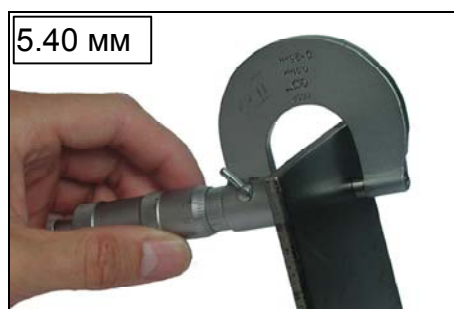

Рисунок 8
- Измерить толщину образца (рисунок 8).